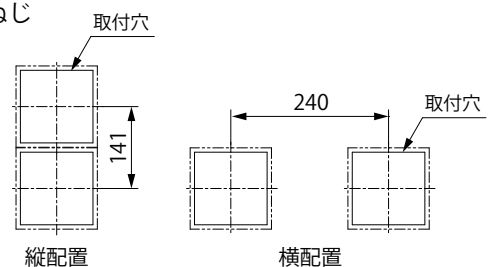

図3 取付配置例
- ・本製品の取付ピッチは、ユニットを上下に並べて使用する場合(縦配置)は141(外形寸法+1)mmとしてください。また、左右に並べて使用する場合(横配置)は240(外形寸法+100)mmとしてください。(図3)